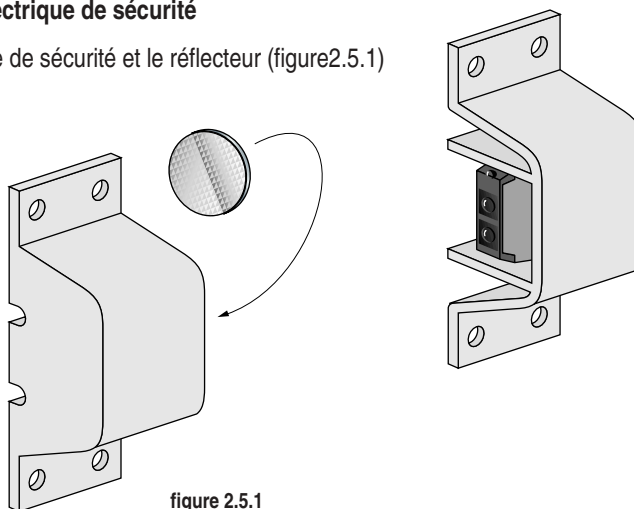

figure 2.5.1
- 1 montez la cellule photoélectrique de sécurité et le réflecteur (figure 2.5.1)